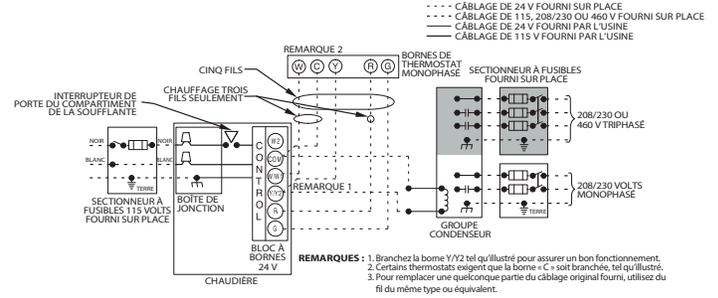

Fig. 32 – Schéma du câblage type fourni sur place
Consultez la Fig. 32 pour le schéma de câblage illustrant un câblage type de 115 V. Vérifiez que toutes les connexions électriques faites en usine ou sur place sont bien serrées.
- Branchez l'alimentation électrique et les fils neutres aux fils d'alimentation électrique de la chaudière, comme illustré à la Fig. 32.
- Branchez les fils neutres et les fils électriques aux fils d'alimentation électrique de la chaudière, tel qu'illustré à la Fig. 32.